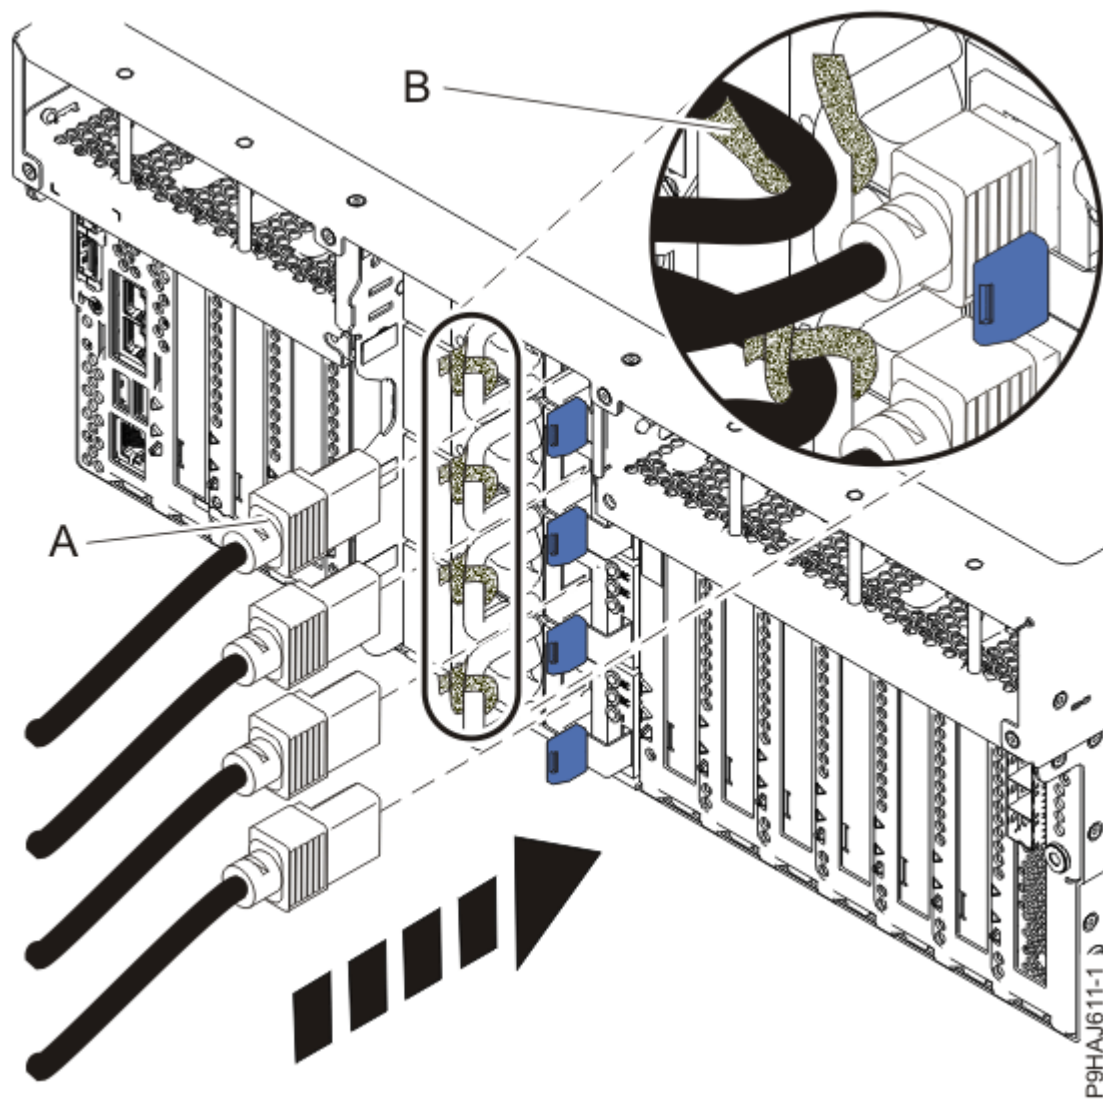
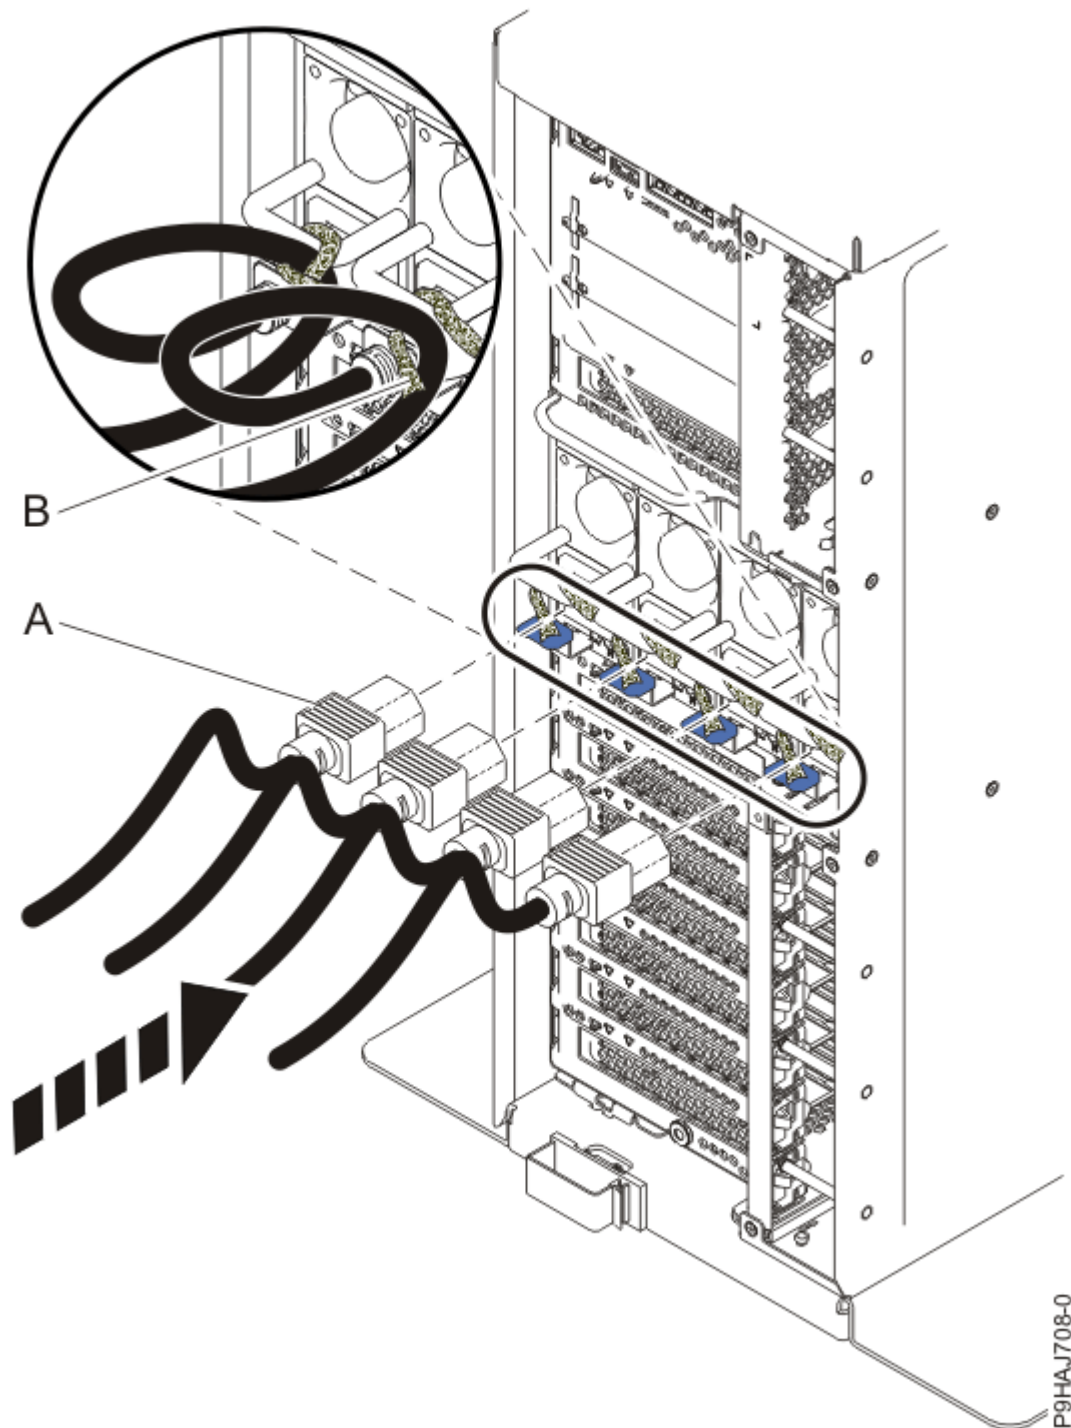

Figura 39. Conectando os cabos de energia a um sistema montado em rack
Figura 40. Conectando os cabos de energia a um sistema independente
7. Usando seus rótulos, reconecte os cabos de energia **(A)** à unidade de sistema. Prenda os cabos de energia **(A)** ao sistema usando as fitas de velcro **(B)**, como mostrado na Figura 39 na página 42 ou Figura 40 na página 43.